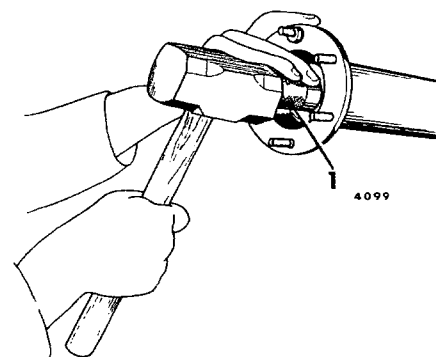

Fig 11–28. Montering av tätningssring
17. Montera tätningssringarna i drivaxelrören, se fig 11–28.